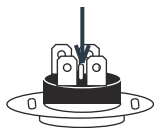

Рис. 10
5. **Водонагреватель оснащен ограничителем температуры (рис. 10)**, который прекратит подачу электроэнергии к ТЭНу, при перегреве воды или ее отсутствии в водонагревателе. Если водонагреватель включен в сеть, но не происходит нагрев воды и не горит подсветка ручки терморегулятора, значит отключился или не был включен ограничитель температуры. Для возврата водонагревателя в рабочее состояние необходимо: